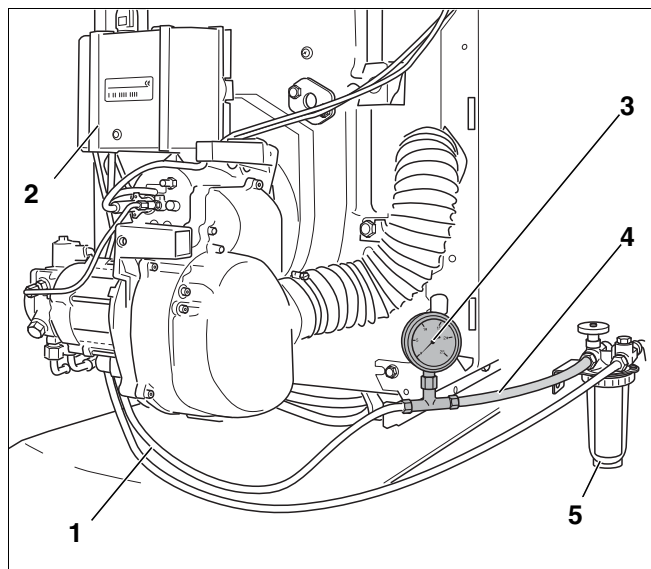

Рис. 14 Топливный фильтр, вакуумметр и прозрачный шланг
- Установить вакуумметр (рис. 14, **поз. 3**) с прозрачным шлангом (рис. 14, **поз. 4**; дополнительная комплектация), как показано на рисунке 14, между топливным фильтром (рис. 14, **поз. 5**) и всасывающим топливопроводом (рис. 14, **поз. 1**).
- Контролируйте отсутствие пузырьков воздуха во всасываемом топливе, идущем по прозрачному шлангу (рис. 14, **поз. 4**, стр. 17).